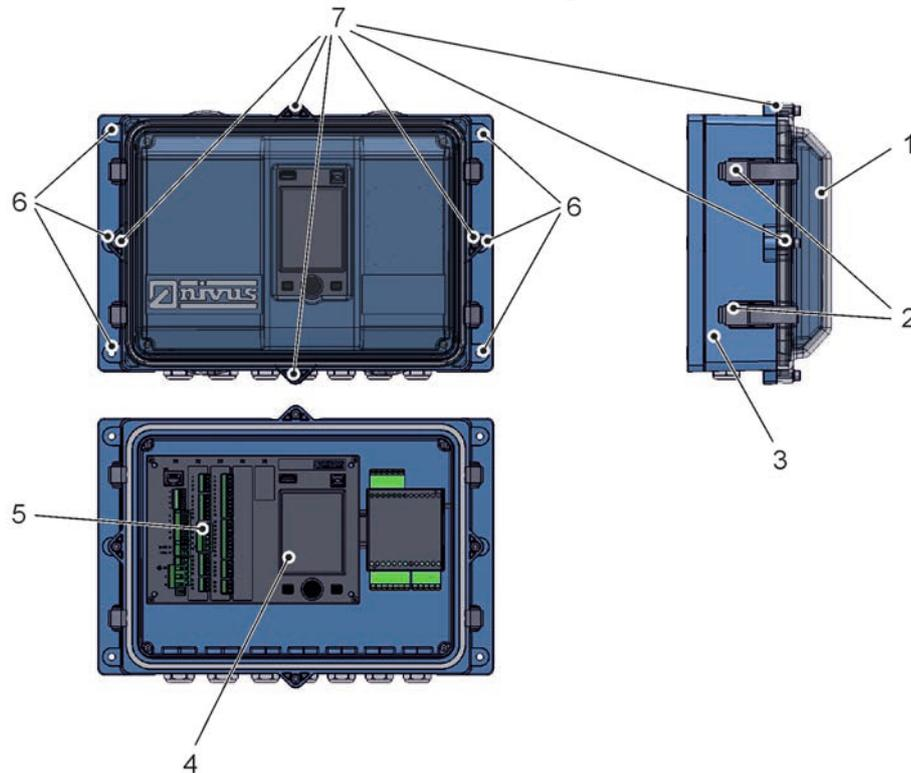

Abb. 22-3 Befestigung des Feldgehäuses
1. Feldgehäuse (Abb. 22-3 Pos. 3) mit den sechs vorab ausgewählten Befestigungsschrauben durch die Durchgangslöcher mit Durchmesser 6,5 mm (Abb. 22-3 Pos. 6) an den beiden seitlichen Laschen befestigen.
2. Falls vorhanden, Transportschutzfolie vom transparenten Gehäusedeckel (Abb. 22-3 Pos. 1) entfernen.
1. Zum Entfernen des transparenten Gehäusedeckels (Abb. 22-3 Pos. 1) bei
Die vier seitlichen Spannverschlüsse (Abb. 22-3 Pos. 2) öffnen und den Gehäusedeckel abnehmen.
Die vier Zylinderkopfschrauben M4x25 (Abb. 22-3 Pos. 7) mit den zugehörigen Unterscheiben entfernen; die vier seitlichen Spannverschlüsse (Abb. 22-3 Pos. 2) öffnen und den Gehäusedeckel abnehmen.
2. Zum Entfernen der inneren blauen Abdeckung die vier Rundkopfschrauben M3,5x25 in den Ecken aufdrehen und die Abdeckung abnehmen. Jetzt sind der Messumformer mit dem Display (Abb. 22-3 Pos. 4) und den Anschlussklemmen (Abb. 22-3 Pos. 5) und das iXT0 frei zugänglich.